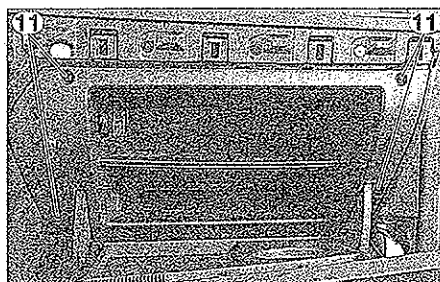

FIG. 32
- los tornillos de fijación (11) de la guantera (fig. 32).